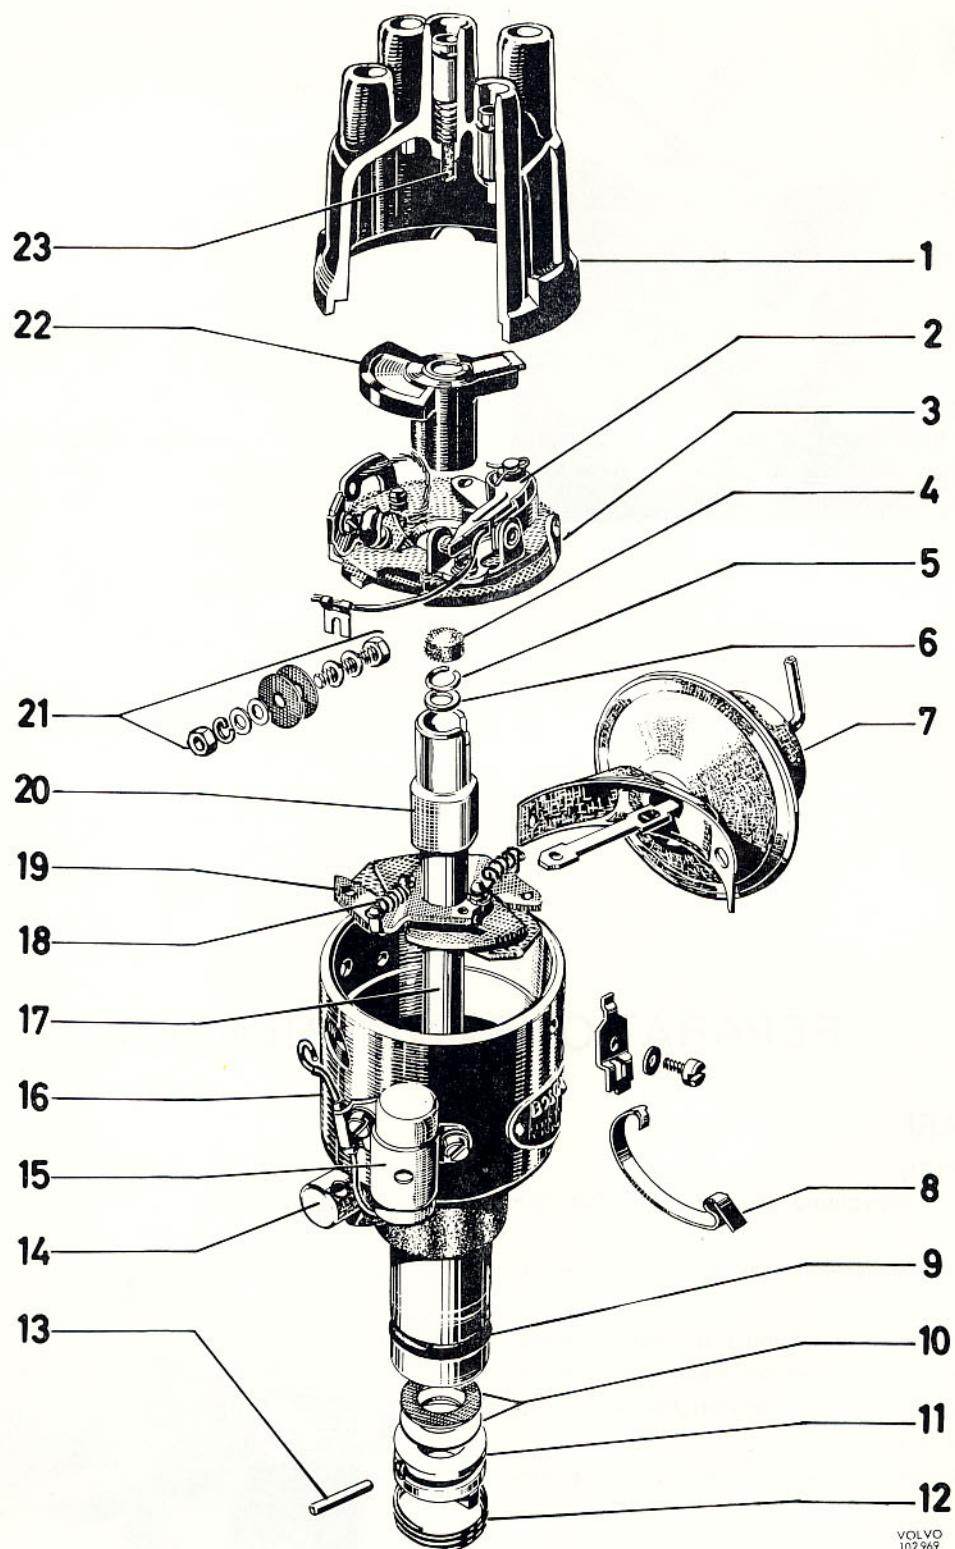
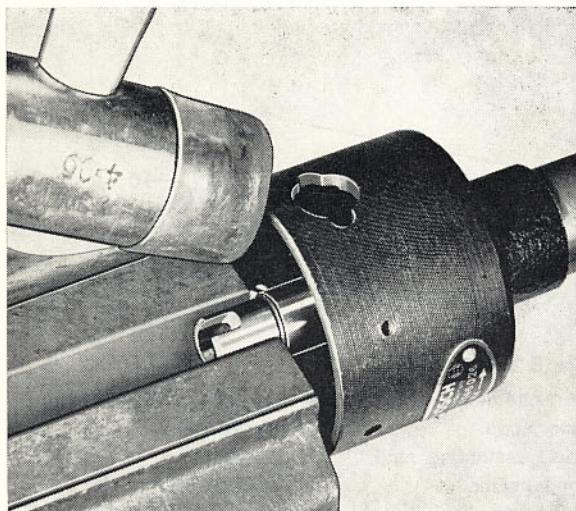

Bild 103. Fördelare B 18 A
Bild 106. Demontering av låsring
3. Koppla loss fjädrarna till centrifugalregulatorn samt märk upp hur brytarkammen sitter i förhållande till fördelaraxeln. Spänn fast brytarkammen i ett skruvstycke med mjuka backar. Slå försiktigt på fördelarhuset med en plastklubba, bild 106, tills låsringen, 5 bild 103, lossnat.